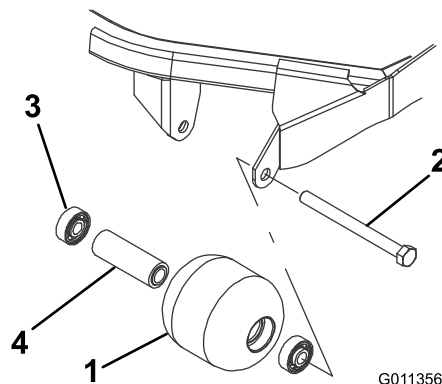

Bild 20
1. Entfernen Sie die Rollenbefestigungsschraube (Bild 20).
4. Prüfen Sie das Rollengehäuse, die Lager und das Distanzstück auf Beschädigungen (Bild 20). Tauschen Sie alle beschädigten Teile aus und bauen Sie alles wieder zusammen.
1. Drücken Sie das erste Lager in das Rollengehäuse (Bild 20). Drücken Sie dabei nur auf den äußeren Ring oder gleichmäßig auf die inneren und äußeren Ringe.
2. Setzen Sie ein Distanzstück ein (Bild 20).
3. Drücken Sie das zweite Lager in das Rollengehäuse (Bild 20). Drücken Sie gleichmäßig auf den inneren und äußeren Ring, bis der innere Ring das Distanzstück berührt.